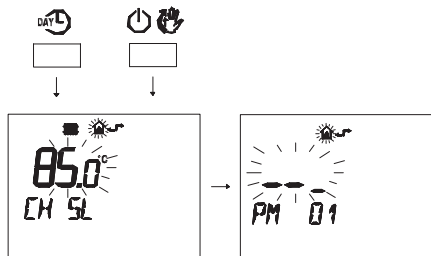

Figura 5.49
- Pulse simultáneamente los botones **DAYL** y **ON/OFF** para entrar en la modalidad de programación transparente (Figura 5.49).